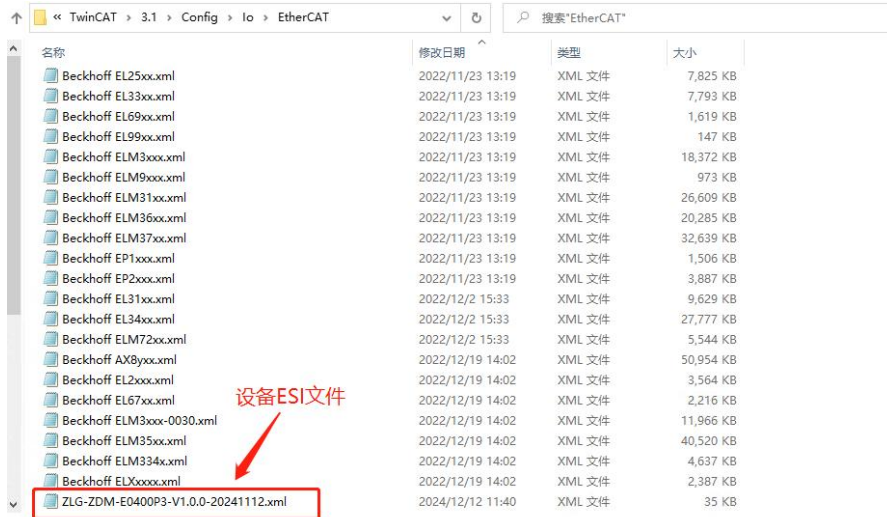

图 6.1 ESI 文件存放处
(1) 将需要烧录的 ESI 文件拷贝至 C:/TwinCAT/3.1/Config/IO/EtherCAT 路径处。如图 6.1 所示。